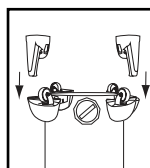

FIGURE 7
11. Avec la vidange de la cuve face à vous, fixez le support du tuyau A à la patte de roulette A et le support de tuyau B à la patte de roulette B. **FIGURE 7.**